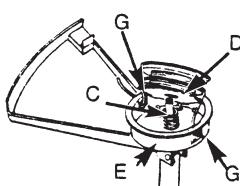

Bilde 18.
5. Snurr begge endene på tråden medurs på spolen som det vises i bilde 18, hold i tråden fingrene så den er strekt når den surres på. Slutt når ca 15 cm gjenstår i hver ende.